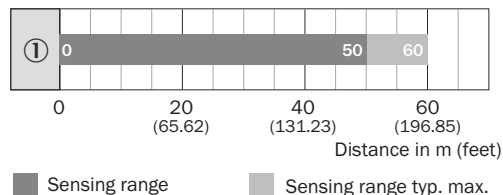

図 45: 棒グラフ 1
| 黄色の LED が点滅                  | 投光器 (WS) と受光器 (WE) の間隔が大きすぎる / WS から WE への光線が完全ではない、または WE が WS に合わせて光軸調整されていない | 検出距離を点検する、参照図 45光軸調整を点検する                                            |